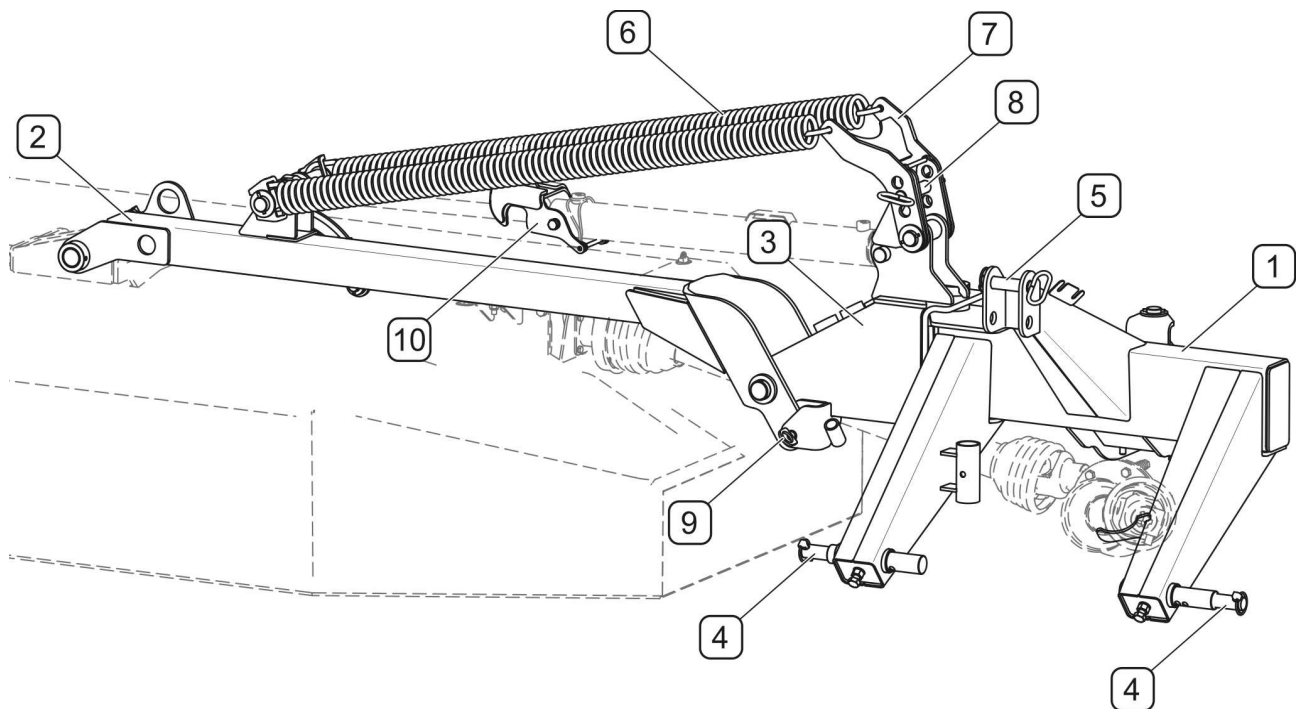

РИСУНОК 3.2 Система подвески
(1)- рама трехточечной навески; (2)- несущее плечо; (3)- подвижное плечо; (4)- нижний шкворень трехточечной системы навески; (5)- шкворень центрального сцепного устройства; (6)- разгрузочные пружины; (7)- прицеп пружин; (8)- шкворень натяжения пружин; (9)- шкворень блокады несущего плеча; (10)- собачка гидроцилиндра
Главным элементом системы подвески (РИСУНОК 3.2) косилки PDT330 является рама трехточечной системы подвески (1), оснащенная двумя нижними шкворнями (4) и шкворнем верхнего центрального сцепного устройства (5) для соединения с трехточечной системой навески трактора. Благодаря подвижному плечу (3) режущий аппарат откидывается назад. Несущее плечо (2) предназначено для подъема режущего аппарата. Для разгрузки режущего аппарата имеются пружины (6), натяжение которых можно регулировать посредством изменения положение шкворня (8) в отверстиях. Когда косилка отсоединена от трактора, несущее плечо (2) блокируется шкворнем (9).